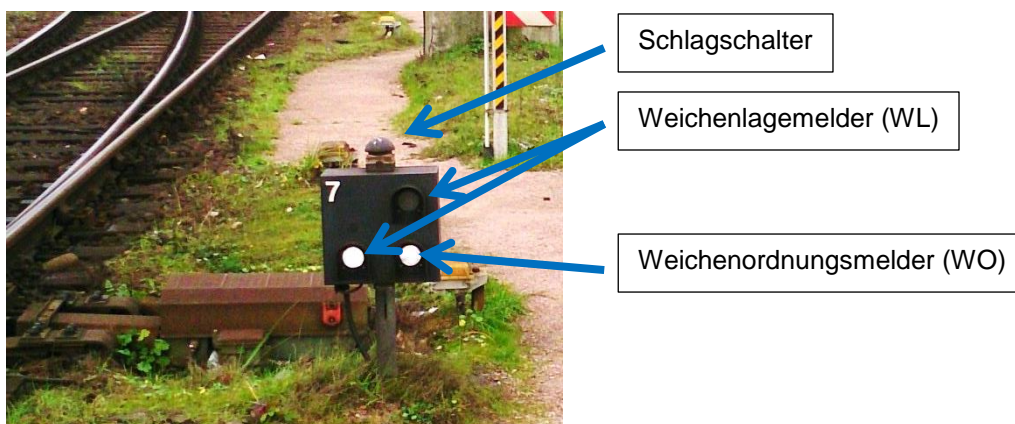

Abbildung 2 - Weichenmotor mit Schlagschalter, Lage- und Ordnungsmeldern
Jede Weiche hat am Weichenantrieb einen Weichenlage- (WL) und Weichenordnungsmelder (WO), der dem Triebfahrzeugführer (Tf) die ordnungsgemäße Funktion und die Endlage der Weichenzungen anzeigt. Zeigt der WL links vom WO Ruhelicht (siehe Abbildung 2) hat die Weiche Linkslage. Zeigt der WL über dem WO Ruhelicht, heißt das Geradeausfahrt. WL und WO **müssen** vor dem Befahren Ruhelicht zeigen. **Ausnahme:** Die Rangierfahrt befährt eine falsch liegende, stumpf befahrene Weiche mit weniger als 15 km/h. Mit dem Befahren des Schienenkontaktes läuft die EOW in die gewünschte Stellung, bevor die erste Achse die Weichenzunge erreicht hat.